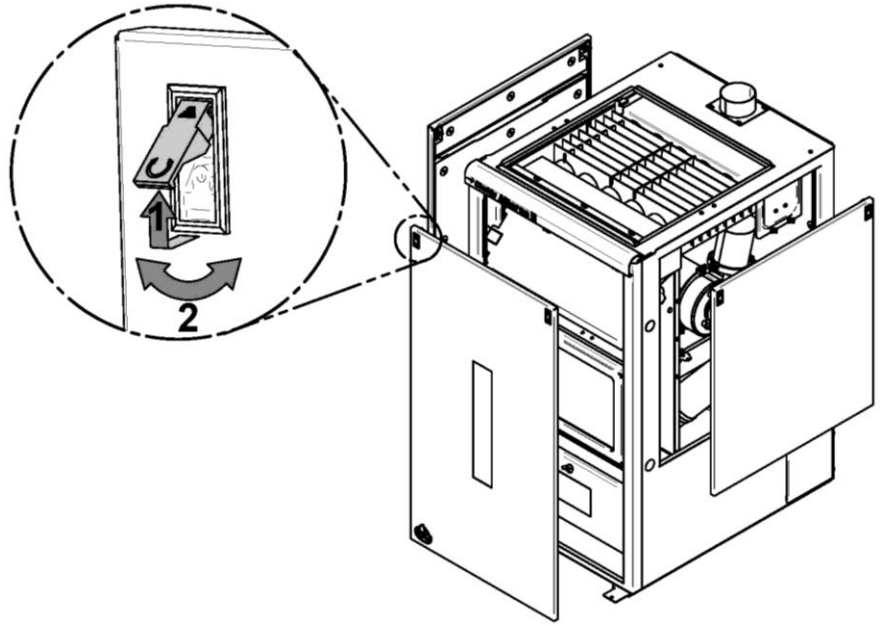

Figure 1
Étape 1 : La première étape consiste à retirer les panneaux latéraux et le panneau frontal de la fournaise. Pour ce faire, utilisez les poignées rétractables situées sur chacun des panneaux tels qu'illustrés à la **Figure 1**.